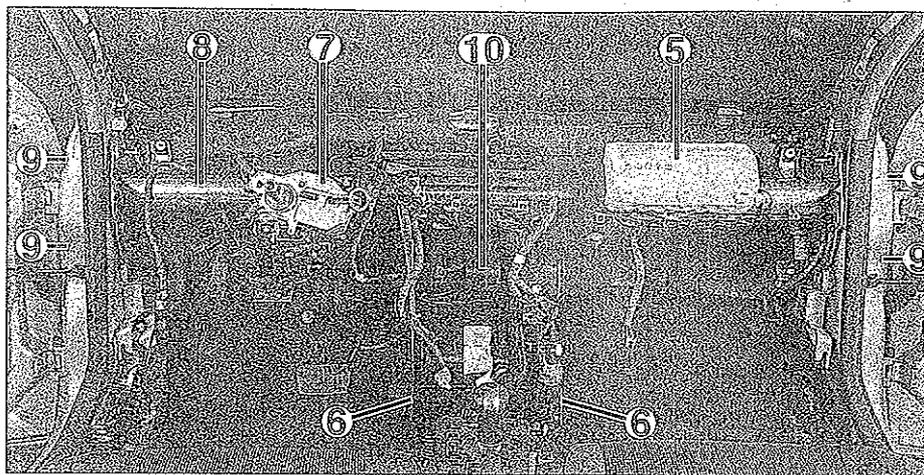

FIG. 14
- el airbag de pasajero (5) (ver operación correspondiente en el capítulo "Airbags y pretensores" (fig. 14).
Desmontar los tornillos (6) del soporte de la consola central (fig. 14).